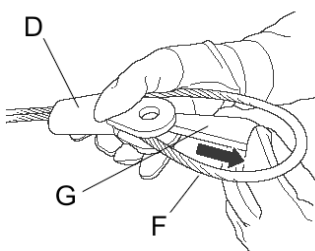
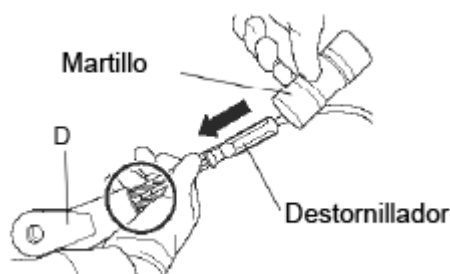

Figura 6-12
Figura 6-13
- 7) Extraiga la Cuña del Borne (G) para sacarla del Borne (D) como se muestra en la **Figura 6-12**. Si es difícil de extraer, use un destornillador y un martillo pequeño para extraerlo suavemente del Borne (D) como se muestra en la **Figura 6-13**.